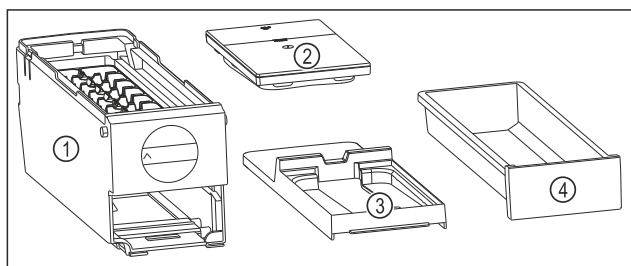

Fig. 146 Bestandteile des EasyTwist-Ice
- EasyTwist-Ice ist in vier Teile zerlegt. (siehe Fig. 146)
- EasyTwist-Ice nur in abgebildete Bestandteile zerlegen. (siehe Fig. 146)
- EasyTwist-Ice-Korpus Fig. 146 (1) als Ganzes reinigen.